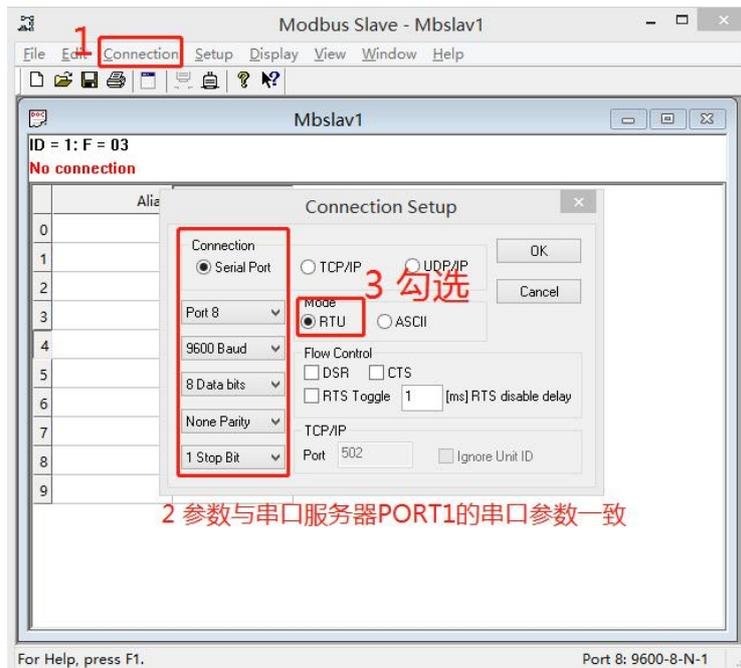
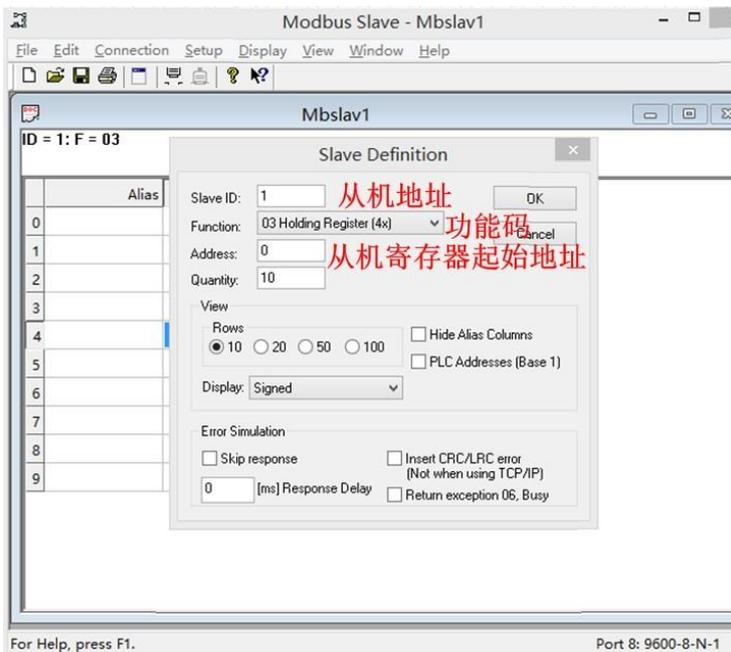

图 53 ModBus Slave 软件设置 1
图 54 ModBus Slave 软件设置 2
9. 打开 ModBus Slave 软件，并按图53、图 54 所示设置。